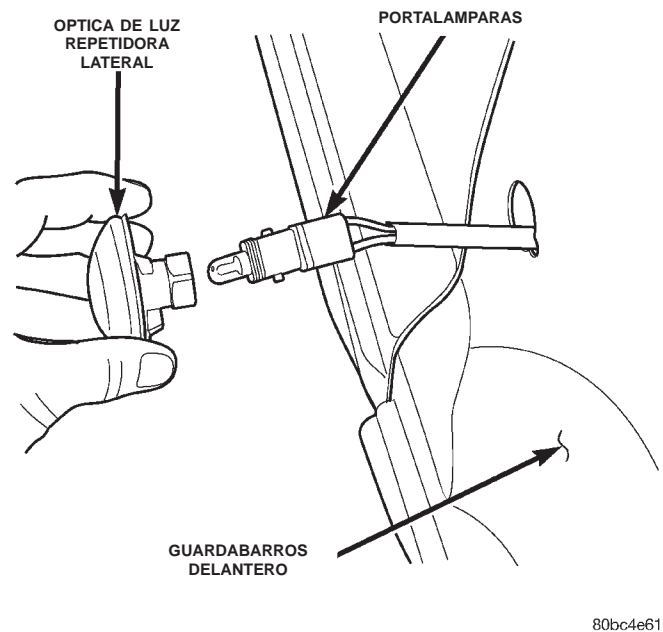

Fig. 13 Luz repetidora lateral
(2) Verifique el funcionamiento de la luz.
(3) Instale el portalámparas de la luz repetidora lateral en la luz repetidora lateral (Fig. 13).
(4) Haga presión sobre la luz repetidora lateral en el guardabarros delantero, hasta que ésta calce en su sitio.